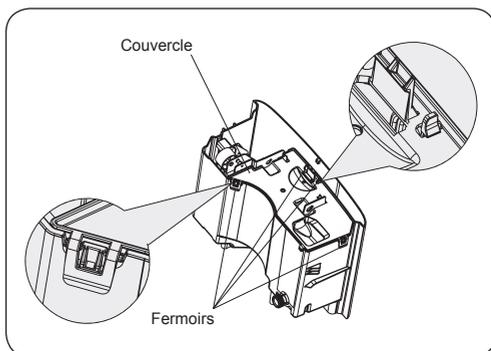

FIG. 8 – Déverrouillage des fermoirs
2. Détacher les 4 fermoirs maintenant le couvercle en place (voir la figure 8) puis retirer le couvercle.